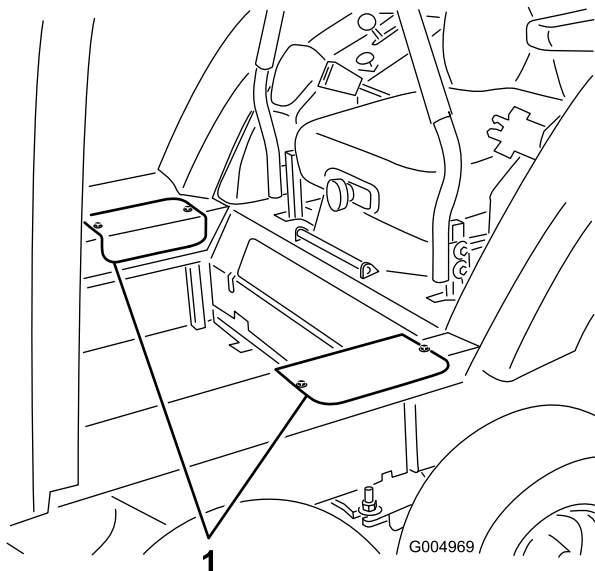

Figura 57
23. Instale las tapas de acceso laterales con los tornillos que retiró anteriormente (Figura 57).